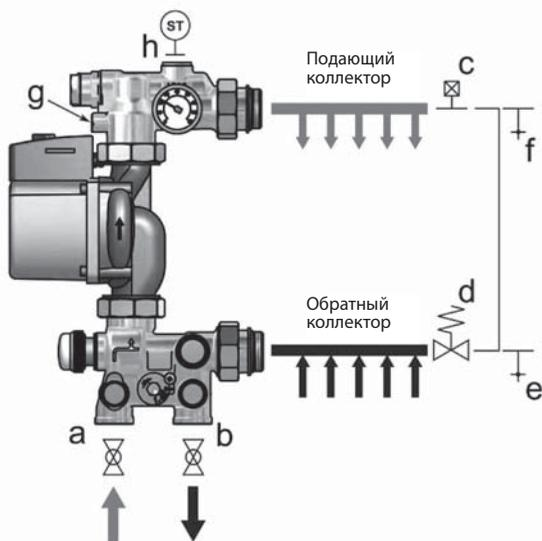

Рис. 2. Типовая схема монтажа смесительного узла и коллектора
Предупреждение: Коннектор 2 (G 1/2") для погружного датчика термостатической головки на рис. 2 должен быть установлен до начала любой работы! Термостатические головки поставляются с гильзой датчика, одновременно обеспечивающей подключение и защиту термостатической головки.
На Рис. 2 приведена типовая схема монтажа. Обратите внимание на правильность подсоединения труб к системе: подающая труба от котла должна быть подсоединена ко входу смесительного узла в соответствии с соединением (a), обратная труба котла должна быть подсоединена к выходу смесительного узла в соответствии с соединением (b). На входе и выходе смесительного узла для упрощения операций по заполнению и обслуживанию системы рекомендуется установить шаровые краны диаметром 3/4". Подающий коллектор должен быть установлен сверху, обратный коллектор – снизу. Дифференциальный байпас избыточного давления (d) также должен быть установлен, если Simplex оборудован насосом с фиксированной скоростью.
3. Насос должен быть установлен в направлении восходящего потока (см. маркировку на корпусе насоса) (Рис. 2);
Операции по заполнению должны производиться для каждого контура пола отдельно. Сверяясь с Рис. 2, закройте шаровые краны (а) и (b), и изолирующий кран насоса (g). Выполните следующие операции:
Смесительный клапан 7 (Рис. 2) управляется термостатической головкой 14, позволяющей регулирование с фиксированной точкой, при котором температура потока, определяемая выносным погружным датчиком, поддерживается постоянной по величине, задаваемой с помощью ручки управления. Как альтернатива, может использоваться термостатическая головка с сервоприводом и электронный терморегулятор с датчиком температуры (не входит в комплект). Соединительная резьба М30×1,5 мм.
Термостат безопасности должен быть установлен на подающей трубе для остановки циркуляции через отопительную систему, когда температура потока превышает пороговое значение. Термостат может быть контактного типа или с погружным чувствительным элементом. В первом случае рекомендуется его установка в контакте с подающим коллектором (верхним). Во втором случае чувствительный элемент должен быть погружён в поток непосредственно в гильзу (h) на Рис. 2. Рекомендуется использовать контактный термостат безопасности с настраиваемой уставкой 20–90 °С (см. Рис. 5a) либо термостат с постоянной уставкой 60 °С с погружным чувствительным элементом (см. Рис. 5b). Последний имеет соединитель с мягким уплотнением ½" М и подходит для установки в гильзу (h) на Рис. 2.